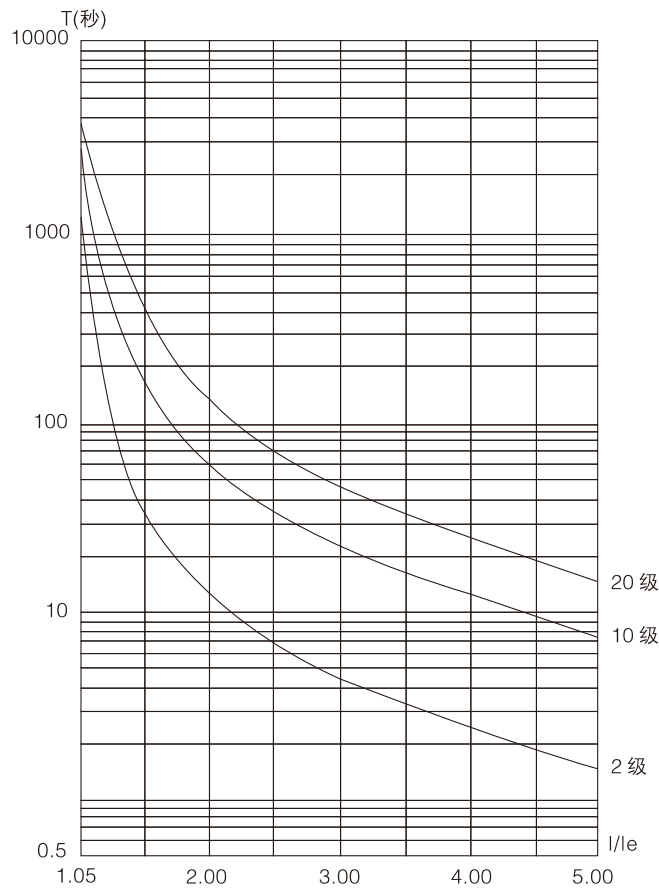

图 6.1 电机热保护脱扣时间曲线(热状态)
- 运行过载保护时间：以设置项 F6 最大工作电流为基准作反时限热保护，脱扣保护时间曲线如图 6.1。
不同。其电机热保护时间参数见表 6.1 和图 6.1。